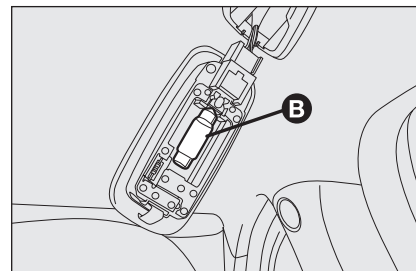

fig. 39
- ☐ remplacer l'ampoule **B-fig. 39** en la dégageant des contacts latéraux en s'assurant que la nouvelle ampoule soit correctement bloquée entre les contacts mêmes.